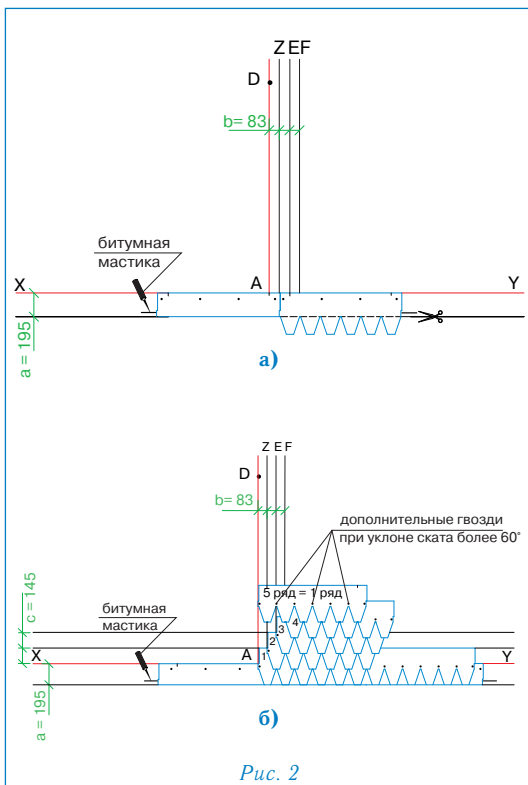

Рис. 2
Укладка материала (рис. 2)
- Начальный ряд формируется из листов черепицы КАСТЕЛЛО с обрезанными лепестками. Полученные таким образом полосы шириной 19,5 см укладываются по линии карниза в обе стороны от линии Z (рис. 2а) и фиксируются по нижнему краю битумной мастикой, а по верхней кромке 4 гвоздями (ось гвоздей на 5 см ниже верхнего края полосы);
- далее первый ряд черепицы укладывается от линии AD (рис. 2б);
- второй ряд укладывается от линии Z (со смещением 8,3 см от AD) (рис. 2б);